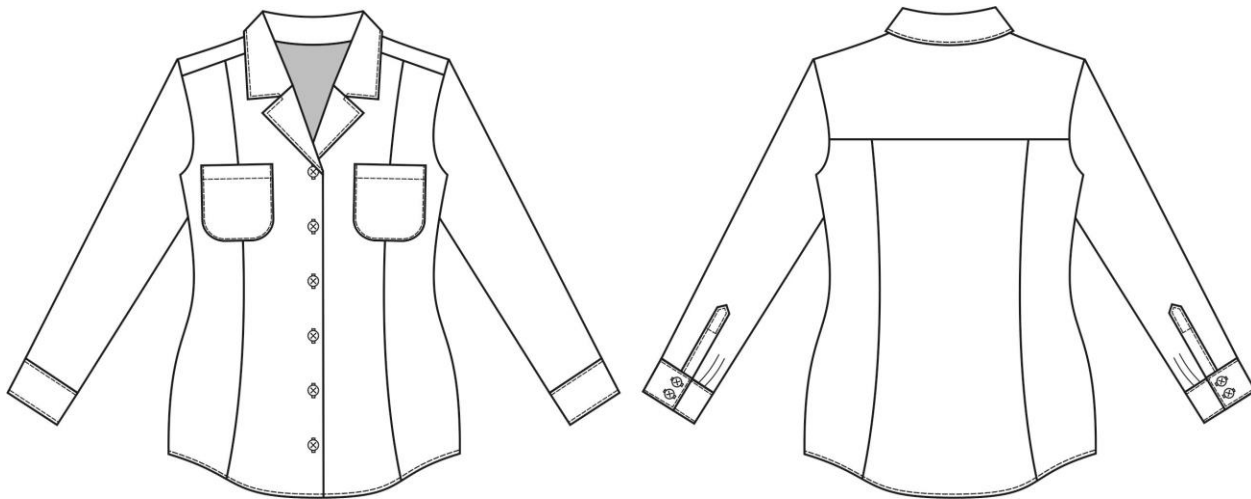

Figura 28 – Camisa Modelada
14.6 - CAMISA MODELADA (FIGURA 28)